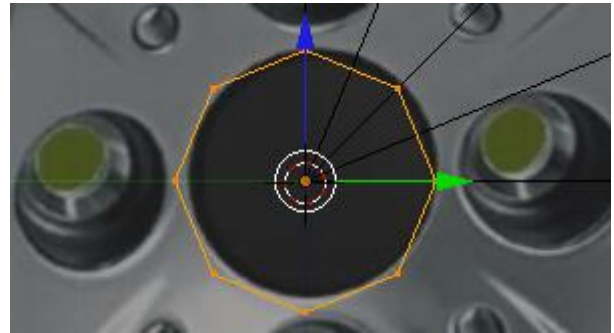

Figura 5.20
5. Coloque o cursor na origem, **[Shift]+[S] > Cursor to Center**, insira um círculo, **[Shift]+[A] > Circle**, altere o número de vértices para 8, **[F6] > Vertices: 8**, rode-o sobre yy, **[R] > [Y] > 90**, e escale-o, **[S]**, figura 5.20.